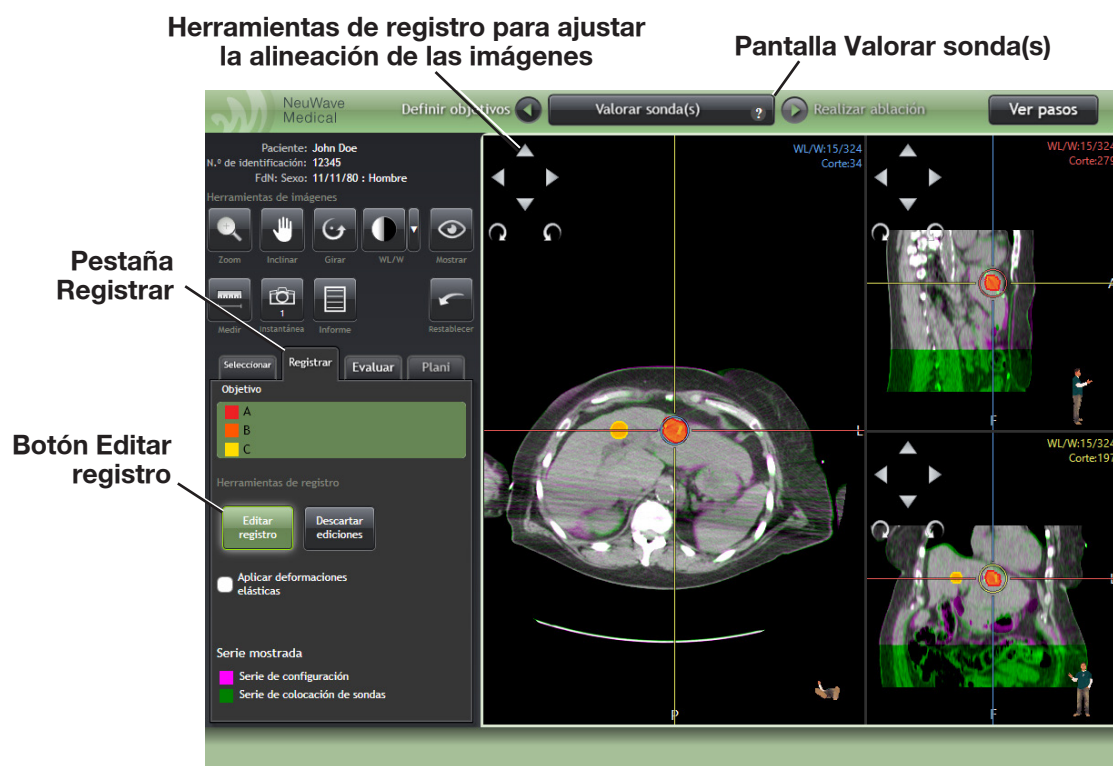

Figura 3-31: Editar registro.
3. Los ajustes manuales del registro se pueden realizar utilizando la herramienta **Editar registro**. Una vez seleccionada la herramienta **Editar registro**, se dibujarán líneas axiales verticales y horizontales y un círculo en las imágenes de la serie (Figura 3-31). El círculo estará centrado en el punto de referencia actual.
6. Cada vista de imagen también muestra cuatro puntas de flecha y dos flechas giratorias en sentido horario y antihorario en la esquina superior izquierda de cada imagen que se pueden utilizar para ajustar la alineación de los dos conjuntos de imágenes (Figura 3-31).
Si el número de sondas encontradas por el software ABLATE-IQ no se corresponde con el número de sondas presentes en el paciente, el usuario puede definir manualmente las sondas que faltan. El apartado “Pantallas de creación y eliminación de sondas” le guía sobre cómo definir sondas manualmente. Para evaluar las sondas localizadas por el software ABLATE-IQ que se muestran en la tabla de sondas (Figura 3-31), siga estos pasos: